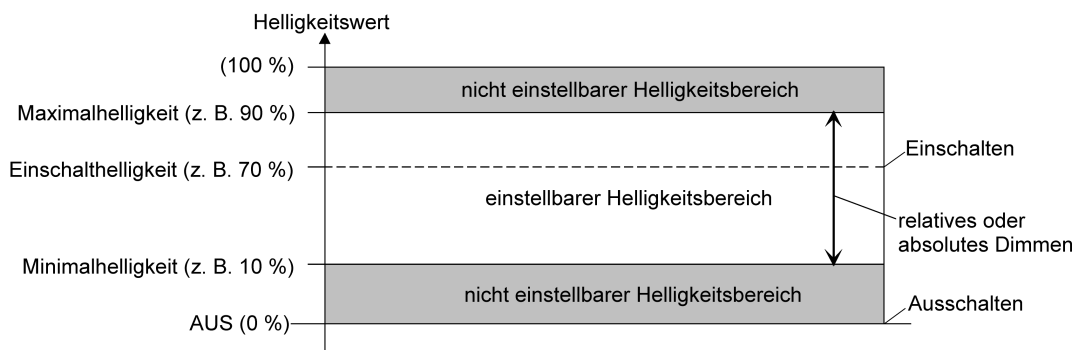

Bild 12: Beispiel eines Helligkeitsbereiches mit Minimalhelligkeit
- Definition der unteren Helligkeitsgrenze mit Minimalhelligkeit (Bild 12):
- i** In der Betriebsart "Drehzahlsteller" bei der Gerätevariante "1fach" kann - analog zur Beschreibung der Helligkeitswerte für eine Beleuchtungssteuerung in diesem Kapitel - die Minimaldrehzahl in der ETS konfiguriert werden (Bild 12). Die alternative Konfiguration einer Grunddrehzahl ist hierbei aus technischen Gründen nicht vorgesehen. Die Maximaldrehzahl ist ebenfalls nicht per Parameter einstellbar. Sie ist fest auf 100 % vorgegeben. Die Einschaltendrehzahl ist unveränderbar auf Maximaldrehzahl (100 %) vorgewählt. Die Unterschiede der Betriebsart "Drehzahlsteller" im Vergleich zur Betriebsart "Beleuchtungssteuerung" sind detailliert im Kapitel "Besonderheiten in der Betriebsart Drehzahlsteller" nachzulesen (siehe Seite 109).